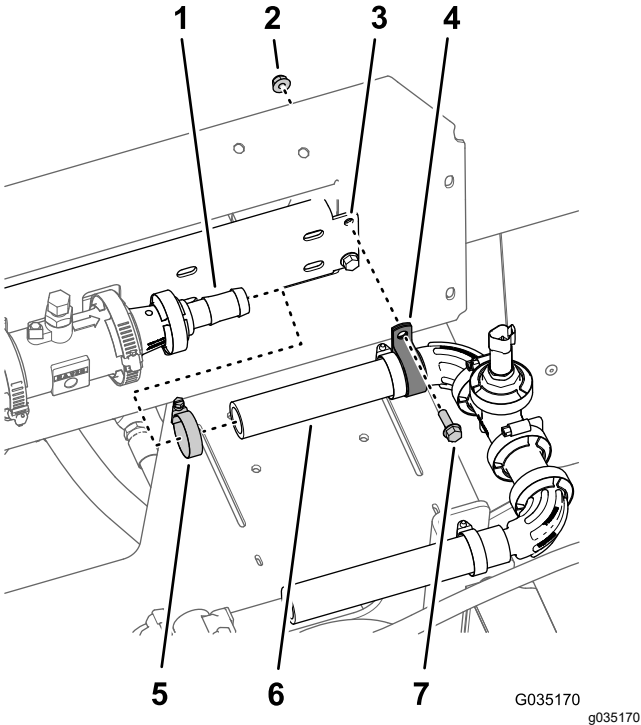

Figura 59
1. Conecte la manguera (1 x 7¼") que está conectada al transductor de presión y al distribuidor (Figura 59) al conector dentado con brida (1").
2. Sujete provisionalmente la manguera al conector dentado con brida con una abrazadera (Figura 59).
3. Sujete el transductor de presión y el distribuidor a la ranura del soporte del distribuidor con una abrazadera en R (Figura 59) y el perno con arandela prensada (¼" x ¾"), y la contratuerca con arandela prensada (¼") que retiró en el paso 5 de Desmontaje de las válvulas de